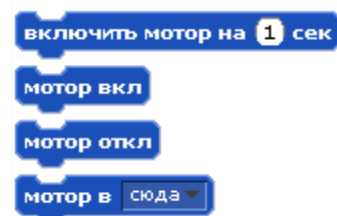

Рис. 45. Четыре дополнительных команды в группе движения для ScratchDuino.Робоплатформы.
В ScratchDuino для ScratchDuino.Робоплатформа добавлены четыре команды, которые только она может выполнять (рис. 45).
*Система команд* спрайтов состоит из 125 команд, сцены — из 85. Для *ScratchDuino.Робоплатформы* авторы создали 4 дополнительные команды в группе *движения* (рис. 45). Этот набор позволяет им выполнять множество разнообразных алгоритмов. Все команды в *ScratchDuino* находятся в левом окне программы и объединены в 8 групп, визуально выделенных разными цветами: *движение* (с 4 дополнительными командами), *внешность*, *звук*, *перо*, *контроль*, *сенсоры*, *операторы*, *переменные*. Выделенные группы команд используются как для исполнителей *Scratch*, так и для *ScratchDuino.Робоплатформы*.
2. Используйте четыре команды ScratchDuino.Робоплатформы, которые показаны на рис. 45.